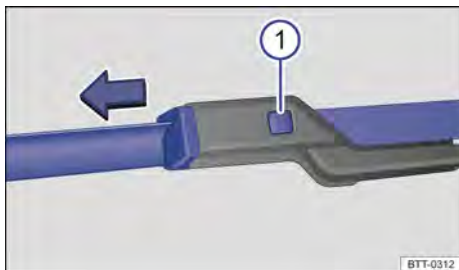

Fig. 177 Substituir as palhetas dos limpadores do para-brisa.
- Manter a tecla de destravamento → Fig. 177 ⓘ pressionada e, ao mesmo tempo, retirar a palheta do limpador do para-brisa no sentido da seta.